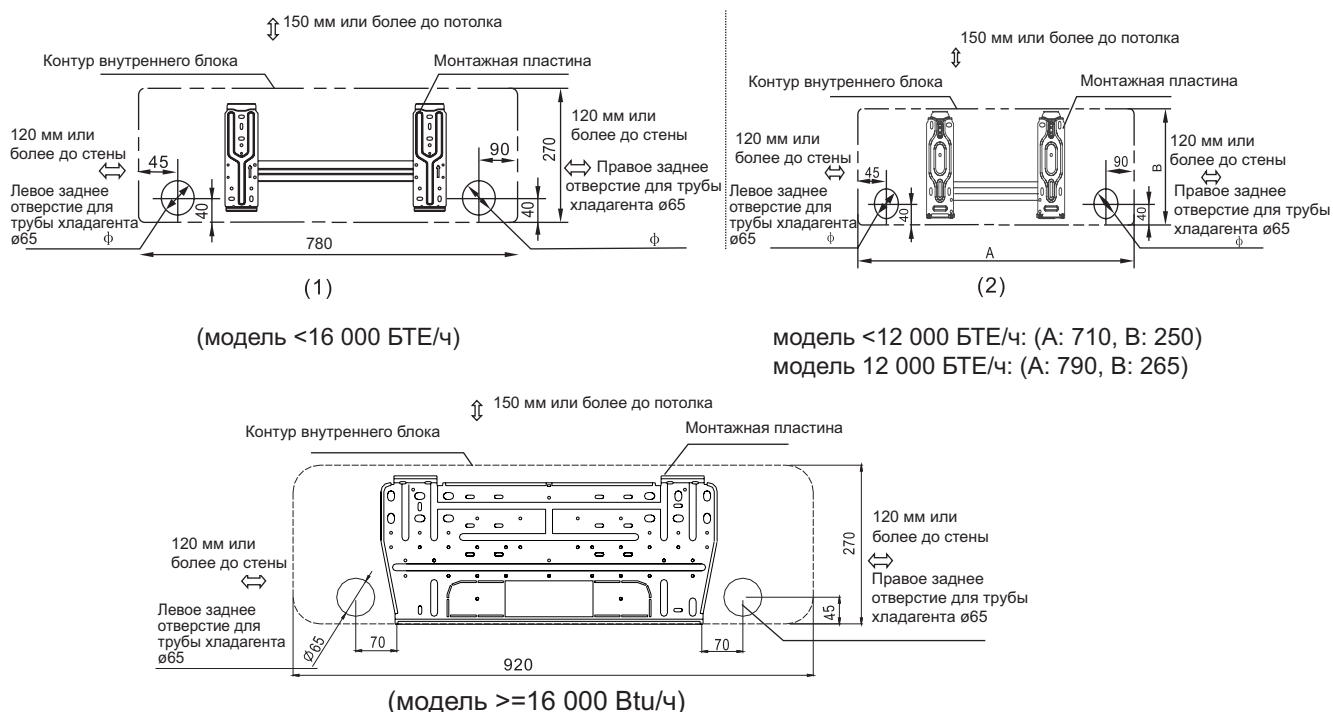

Рис. 5
1. Определить расположение отверстий в стене по схеме на рис. 5. Просверлить одно отверстие $\varnothing 65$ мм с небольшим уклоном наружу.